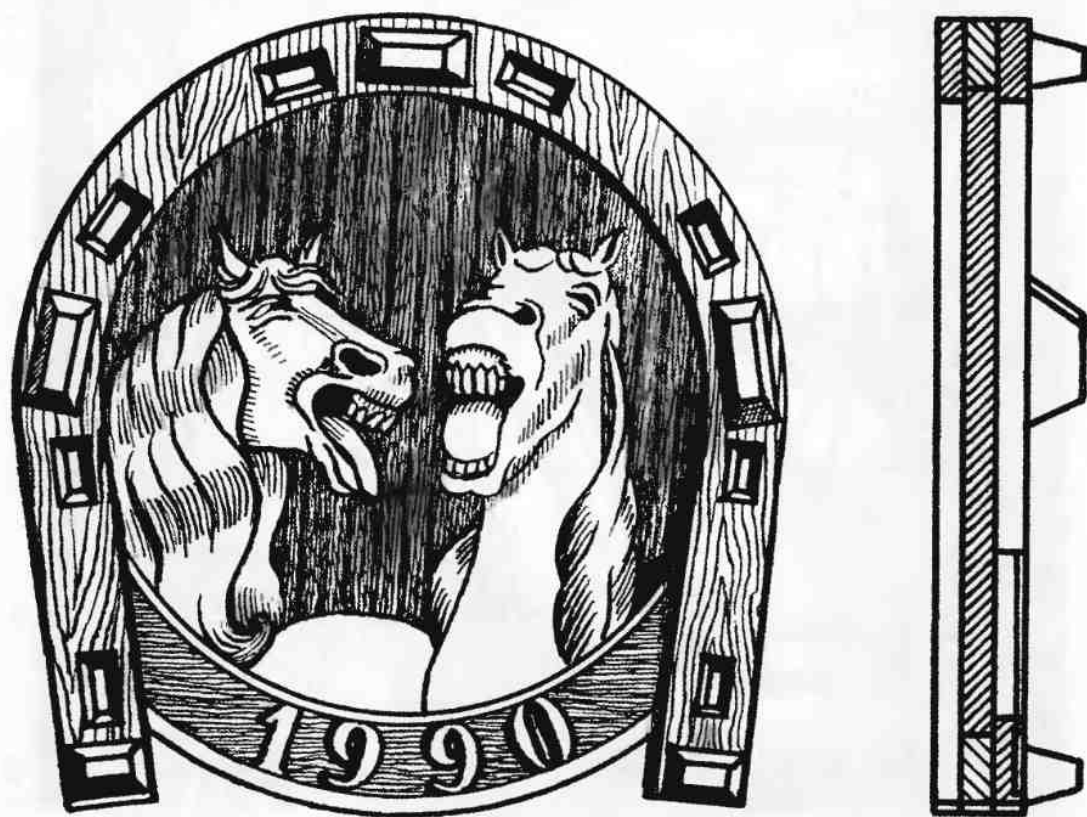

Рис. 248. Эмблема «Год лошади» для домовой резьбы, выполненная выжиганием, с обрамлением в виде подковы
В более сложных композициях на листовых породах дерева, как на рис. 248, применение паяльной лампы ограничено и малоэффективно. С помощью открытого пламени лампы можно зачернить обжигом только те участки фона, которые позволяют не коснуться контура рисунка. Никакое прикрытие контура влажной бумагой не помогает, так как пламя горелки воспламеняет бумагу до того, как обожжет древесину рядом с ней. Остальную площадь фона, в основном вокруг контуров изображенных фигур, лучше затемнять, например, обычным электропаяльником или иным способом. При этом обнаруживается, что характер обжига одной и той же древесины паяльной лампой и паяльником (или игловым выжигателем) разный. От паяльной лампы обжиг получается матовым, закопченным, от других инструментов — более блестящим, темно-коричневым. Вместе они не сочетаются, и приходится повторно обрабатывать паяльником всю обожженную лампой поверхность. Хотя в этом случае работа идет быстрее, чем одним паяльником, но стыковка разнохарактерных полей требует сноровки и изобретательности. Лучше в этом случае, komponуя цветные пятна фона, ориентироваться на рисунок волокон древесины (см. фон рис. 248), чтобы упорядочить сочетание темных и светлых мест, так как одинаково моно-
**Пиротехника в домовой резьбе.** На поделке, изображенной на рис. 248, должен быть выполнен рисунок с помощью выжигания и обжига. Поделка предназначена для домовой резьбы, поэтому необходима ее защита от атмосферных воздействий. Если имеется подходящий материал для сплачивания щитов из осиновых, липовых и других досок светлых лиственных пород, надо обратить внимание на то, чтобы цвет их был одинаковым, то есть желательно взять их от одной длинной доски. Вся дальнейшая забота будет направлена на борьбу с короблением и усыханием досок. Поэтому шпонки поперечного крепления щитов выгоднее забивать в гнезда типа ласточкина хвоста не туго. В одну из боковых стоек оправы щита (в данном случае подковы) полезно вмонтировать металлическую пружину, которая сжимала бы постоянно доски щита, предотвращая появление щелей. Это особенно важно, если мастер решил взять для щита березовую древесину, нестойкую к атмосферным воздействиям и реагирующую на влажность воздуха. В свою очередь, и подкову с тыльной стороны надо также связать двумя поперечными планками.